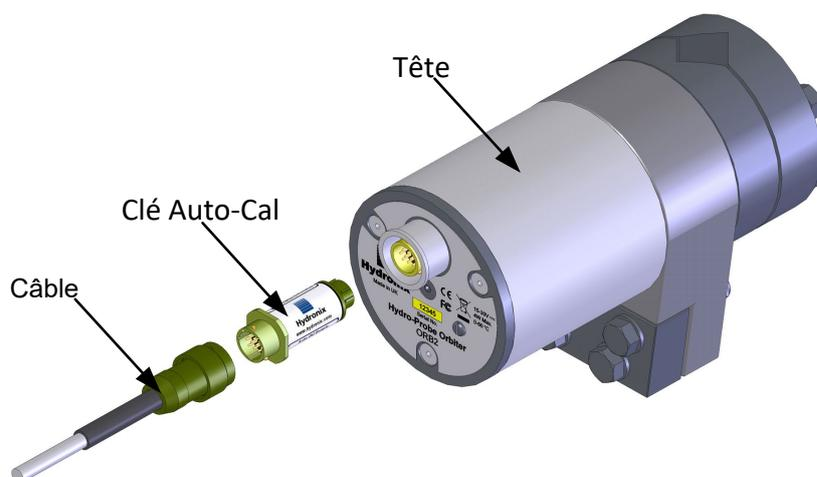

Figure 19 : connexion de la clé Auto-Cal
Pour associer la tête et le bras de détection, connectez la clé Auto-Cal entre le câble et la tête de la sonde (Figure 19).
2. Raccordez la clé Auto-Cal à la tête et au câble de la sonde (Figure 19). La clé Auto-Cal commence à produire un clignotement (rouge) faisant alterner une lumière intense et faible pendant 30 secondes.